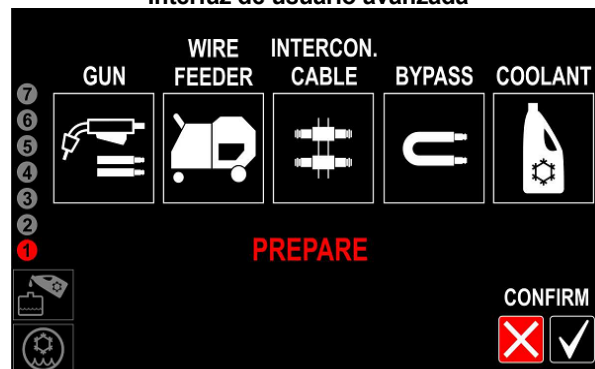
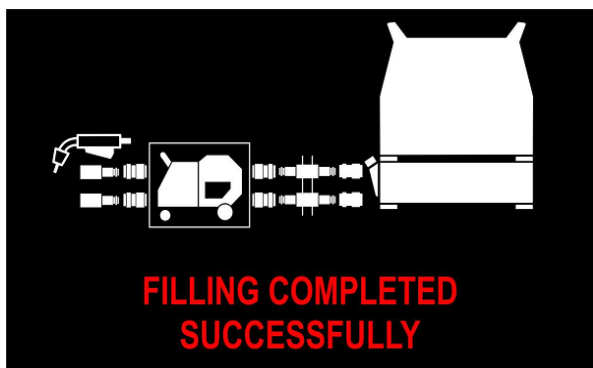

Figura 14
Figura 21
- Si el **COOL ARC® 60** se conecta por primera vez, la fuente de alimentación iniciará automáticamente el procedimiento de llenado (Figura 14 o 22). Quite la tapa del depósito para evitar que se produzca un vacío parcial.
- Si el proceso de llenado se ha realizado correctamente (Figura 21 o 29), el refrigerador pasará al modo AUTO.
Si se conecta un **producto** diferente, habrá que iniciar el procedimiento de llenado de forma manual. Lleve a cabo en primer lugar el paso indicado en la Figura 30 o 31; después, repita los pasos de la Figura 14 o 22 a la Figura 21 o 29.